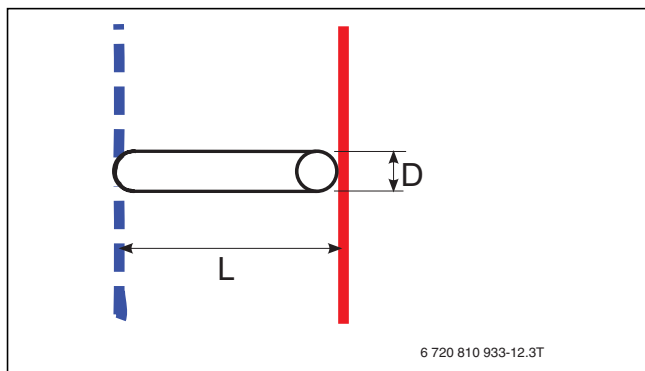

Fig. 5 By-pass vue détaillée (→ [1] fig. 3 et 4)
- [1] By-pass (→ fig. 5) (→ [1] tabl. 9)